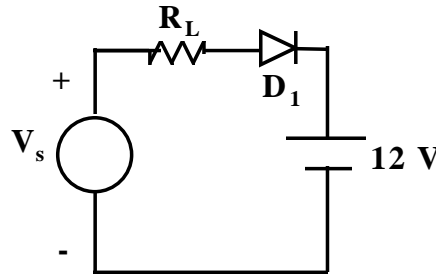

Figura 6. Carga de una Batería de 12 [V].
4.2) La Figura 6, muestra un circuito para cargar una batería. Si V_s es una senoidal con 24V de amplitud pico, encuentre la fracción de un ciclo durante el cual el Diodo conduce. Encuentre también el valor pico de la corriente del Diodo.